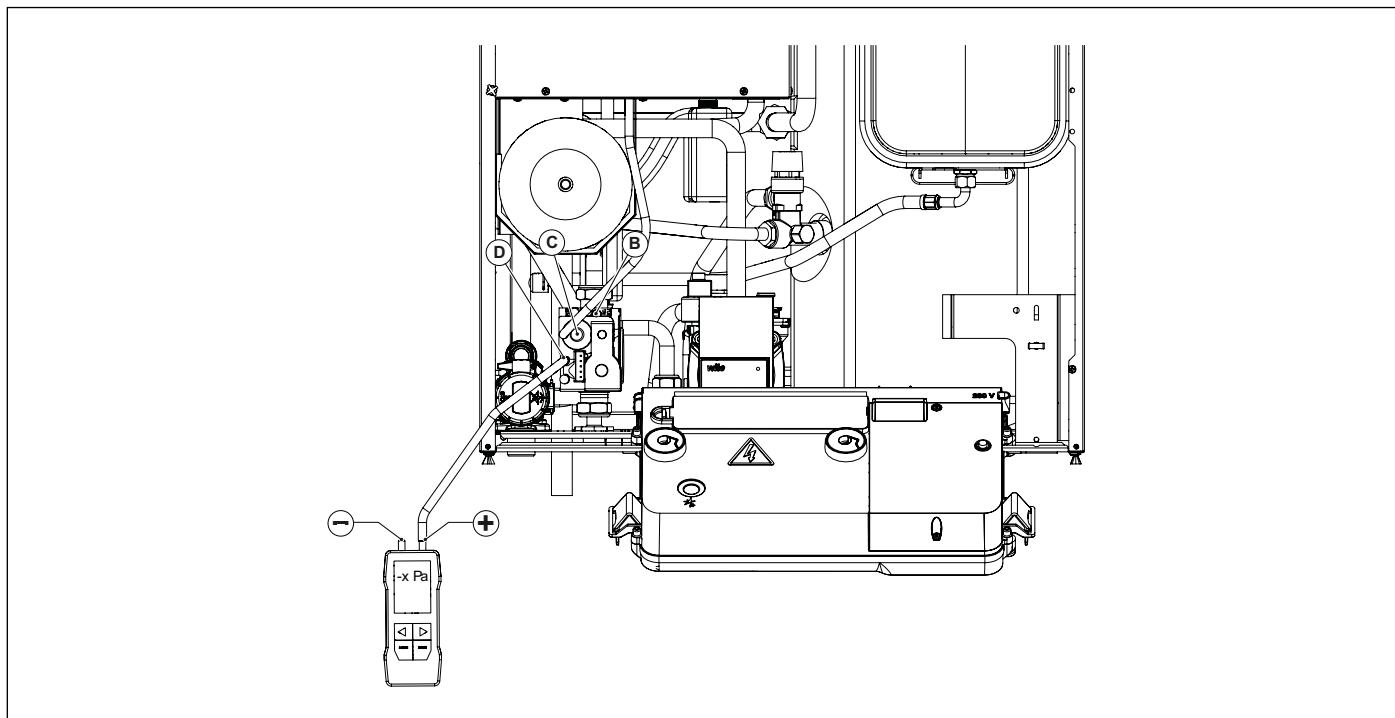

Fig. 37 Reglarea presiunii de offset
- Deschideți șurubul robinetului de presiune de offset **D** și conectați-l la intrarea pozitivă (\*) a manometrului de presiune diferențială (a se vedea Fig. 37 Reglarea presiunii de offset).